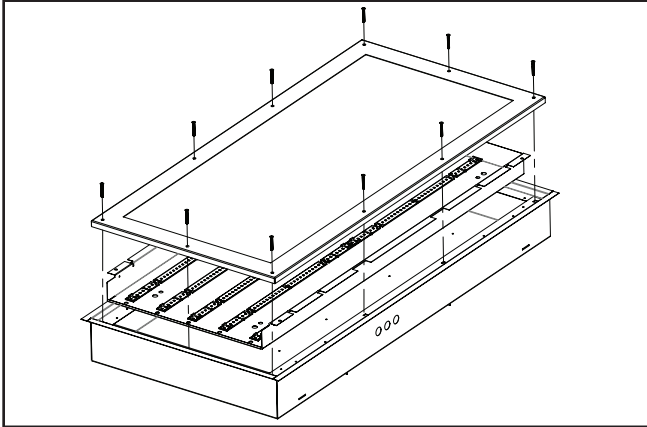
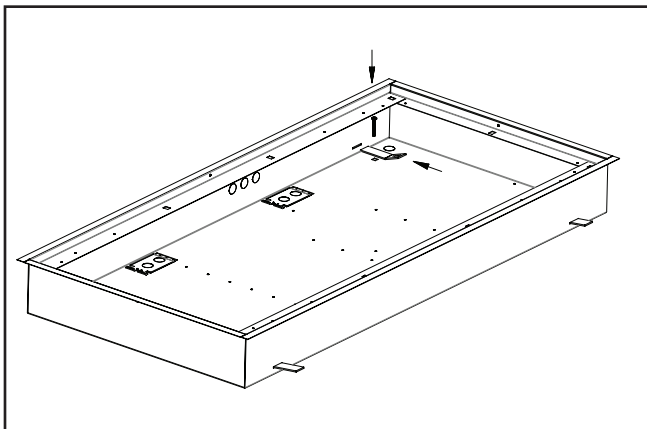
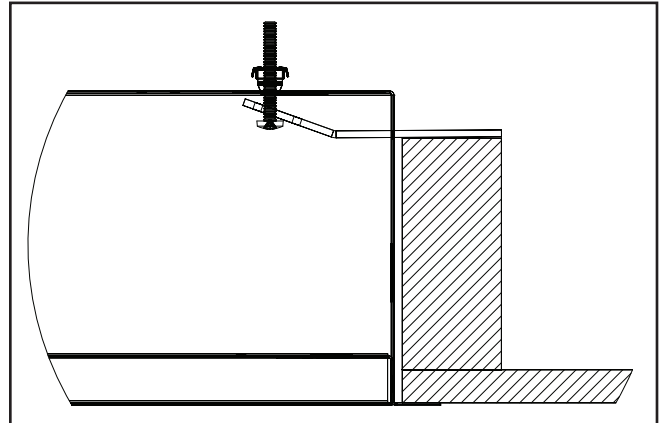

Figure 1.
Figure 2.
Figure 3.
Retire la puerta y la placa del panel LED (FIG. 1) para instalar los soportes de montaje. Inserte las tuercas en jaula en la parte posterior de la carcasa (4 esquinas). Inserte la luminaria en el recorte de Sheetrock. Desde el interior de la luminaria, deslice los cuatro (4) soportes a través de las ranuras de los laterales de la luminaria. Asegúrese de que los soportes descansen sobre la estructura del techo (FIG. 3). Fije los soportes con tornillos a través de las tuercas en jaula de la carcasa (FIG. 2 y 2.1).